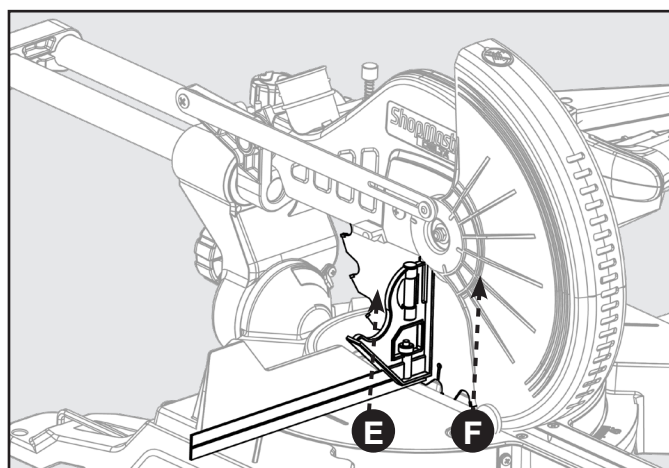

FIGURE 13
Reportez-vous à la figure 13.
9. Le bord de l'équerre et la lame de scie doivent être parallèles, comme illustré à la figure 13.